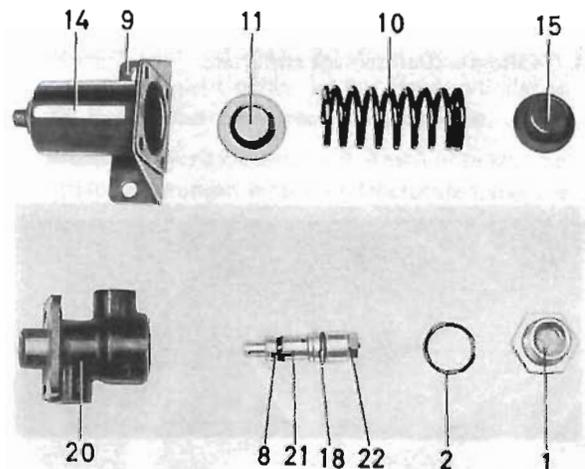

Abb. 65 Bremskraftregler, zerlegt
2. Stopfen (1) herauschrauben und den Kolben komplett herausdrücken, vgl. Abb. 65.